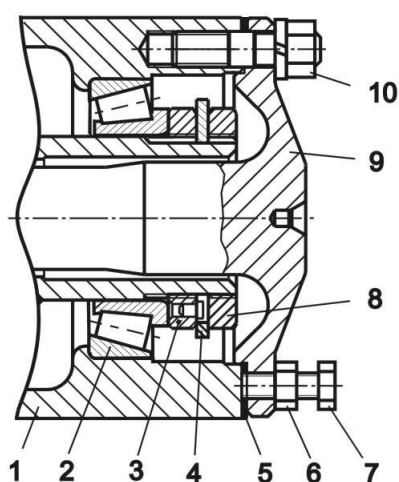

Рис. 3-11 Крепление ступицы заднего колеса (ПАЗ-32053-07)
2. Вынуть полуось 9 (рис. 3-11), ослабив контргайку и ввернув болт-съёмник 7.